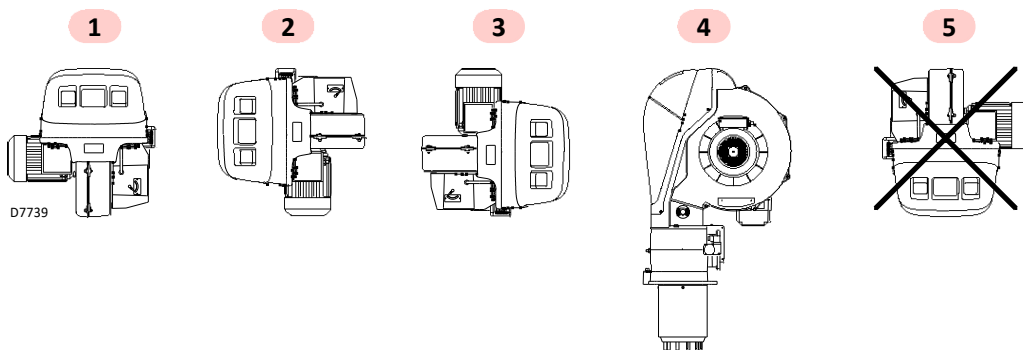

Рис. 9
- Горелка предназначена для работы только в положениях **1, 2, 3 и 4** на (Рис. 9).